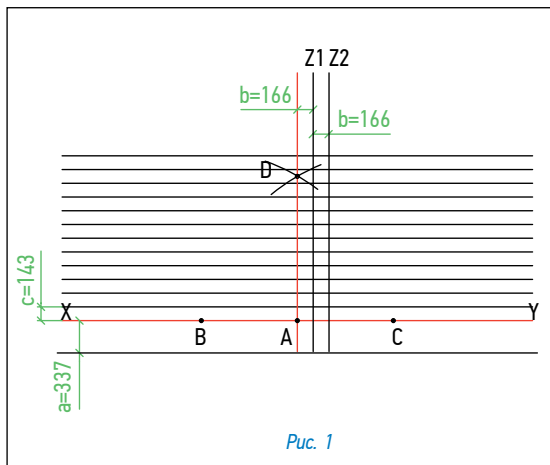

Рис. 1
1. Вдоль основания купола необходимо сделать вертикальную разметку. Для этого отметить точки через каждые 1000 мм (рис. 1 - точки А, В, С, ...);
Разметка крыши (рис. 1)